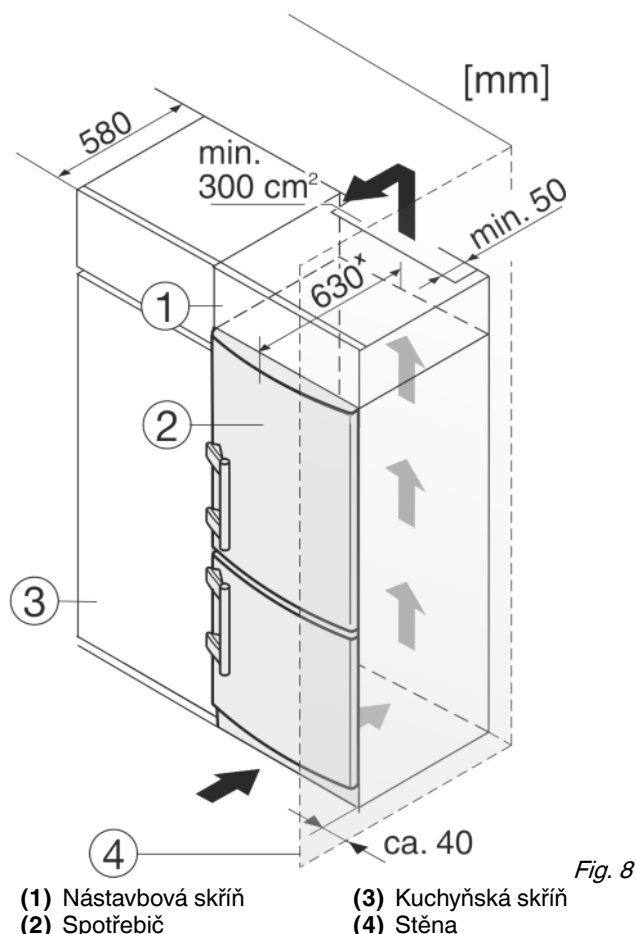

Fig. 8
- (1) Nástavbová skříň
- (2) Spotřebič
- (3) Kuchyňská skříň
- (4) Stěna
Spotřebič lze zabudovat do kuchyňských skříní. K vyrovnání spotřebiče Fig. 8 (2) na výšku kuchyňské linky lze na přístroj nasadit nástavec Fig. 8 (1).
Při montáži do kuchyňských skříní (hloubka max. 580 mm) lze přístroj instalovat hned vedle kuchyňské skříně Fig. 8 (3). Přístroj přesahuje přední stěnu kuchyňské skříně na stranách o 34 mm* a uprostřed o 50 mm*.
Když se přístroj instaluje závěsy vedle stěny Fig. 8 (4), musí být vzdálenost přístroje od stěny alespoň 40 mm. To odpovídá přesahu madla při otevřených dveřích.